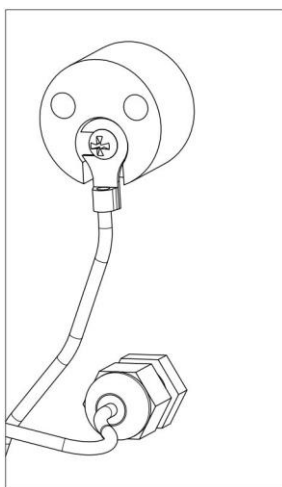

Рисунок 8 – Хранение клемм
4.4.2.1 Клемму нагревателя капилляра после отсоединения от вставки реактора устанавливать на держатель клемм (см. рисунок 8).